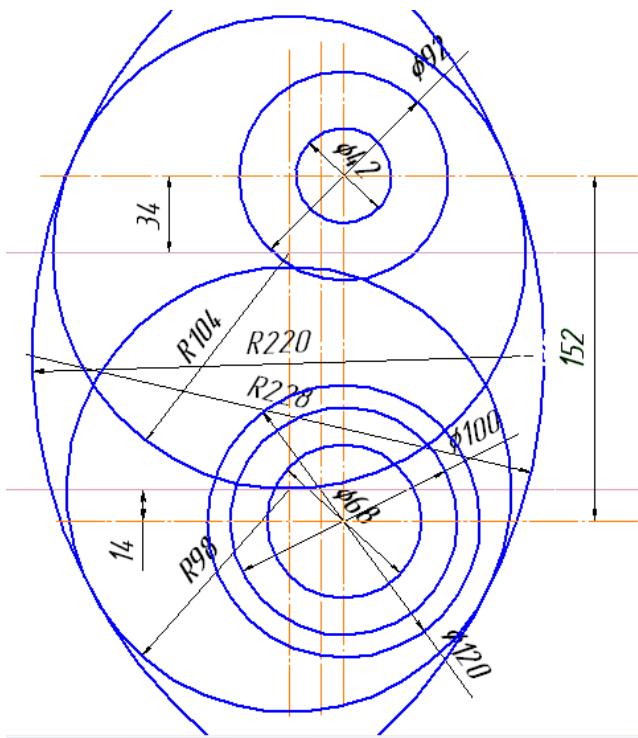

Рис. 4
4. Построить окружности, касательные к заданным окружностям. Для этого использовать команду  **Касательная окружность к двум кривым**. Радиус левой касательной окружности – 220 мм, правой – 228 мм. (рис. 4)